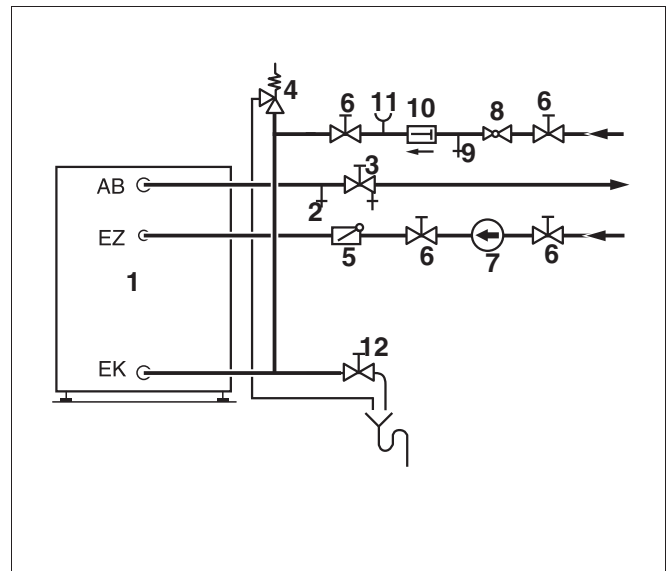

Рис. 6 Монтаж (принципиальная схема)
Монтаж трубопроводов и установку на них арматуры (рис. 6) следует проводить с учётом действующих норм и правил.
- ▶ Установите вентиль для продувки и выпуска воздуха (рис. 6, [2]) в трубопровод горячей воды перед запорным вентилем (рис. 6, [3]).
- ▶ На предохранительном клапане (рис. 6, [4]) установите предупреждающую табличку с надписью: "Не перекрывать дренажную линию. Во время нагрева в целях безопасности может вытекать вода."